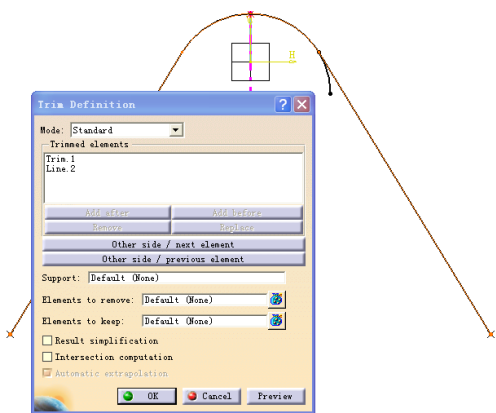

图 4-418
① 单击“修剪”图标, 选择 Circle.2 和 Line.1 作为剪切元素, 单击 Other side 按钮, 得到结果 Trim.1。
② 如图 4-418 所示, 使用同样的操作修剪 Line.2 和刚刚建立的 Trim.1, 得到 Trim.2。